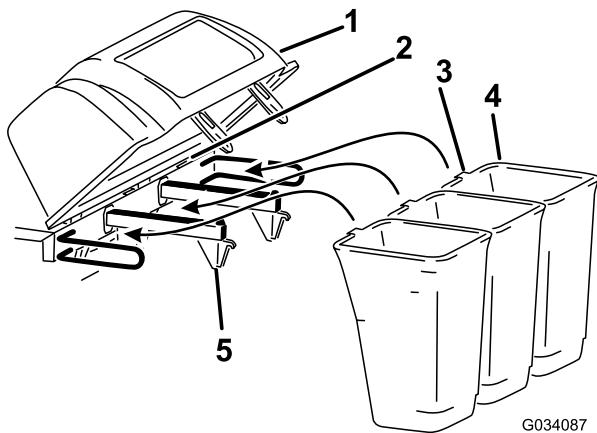

図 5
6. バッグのタブをフードアセンブリのノッチに取り付ける図5。